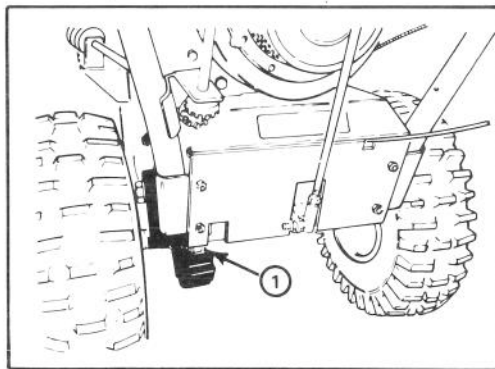

Figure 21
1. Une fois par an, la chaîne d'entraînement doit être lubrifiée à l'aide d'une huile pour chaîne (fig. 21). Essuyez toute huile qui a coulé à l'extérieur.